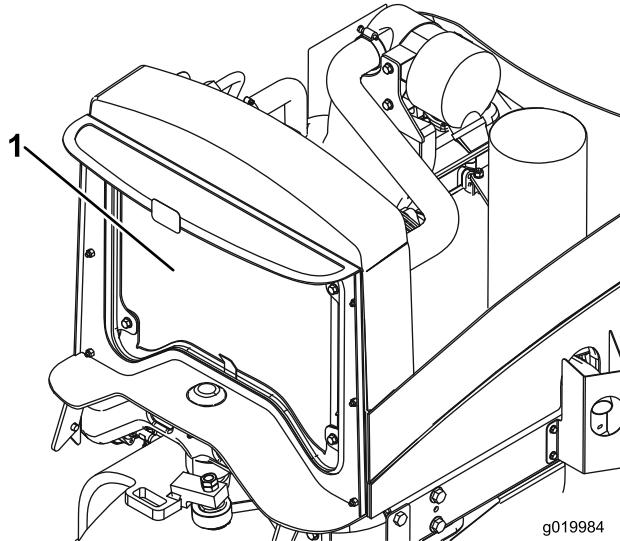

Figura 52
2. Limpie a fondo ambos lados del enfriador de aceite y la zona del radiador con agua o aire comprimido (Figura 52).